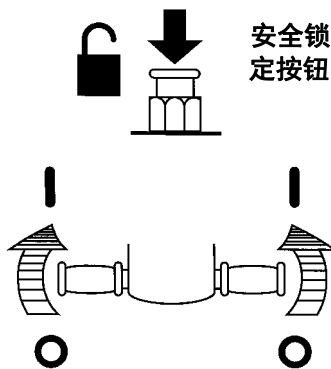

图 5
5. 开始洗地时，牢牢地握住手柄，下压安全锁定按钮，然后向前转动手柄。一旦启动机器，松开安全锁定按钮（图 5）。